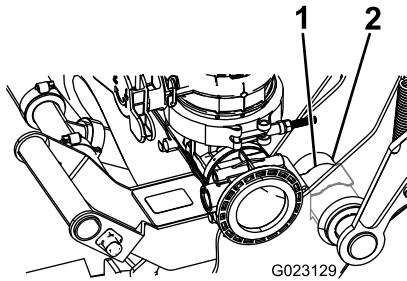

図 23
- D. そして 図 23のように、スプリングクリップをピボットチューブにはめる。